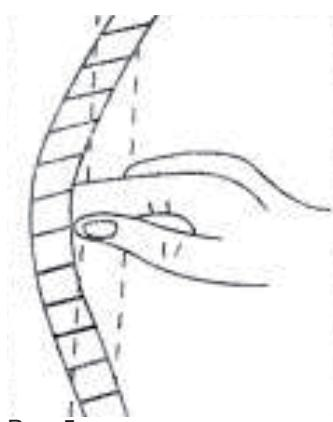

Рис. 5
- Натисніть на ремінь рукою. Якщо ремінь встановлений правильно, він повинен прогнутися не більш, ніж на 12,7 мм (рис. 5).